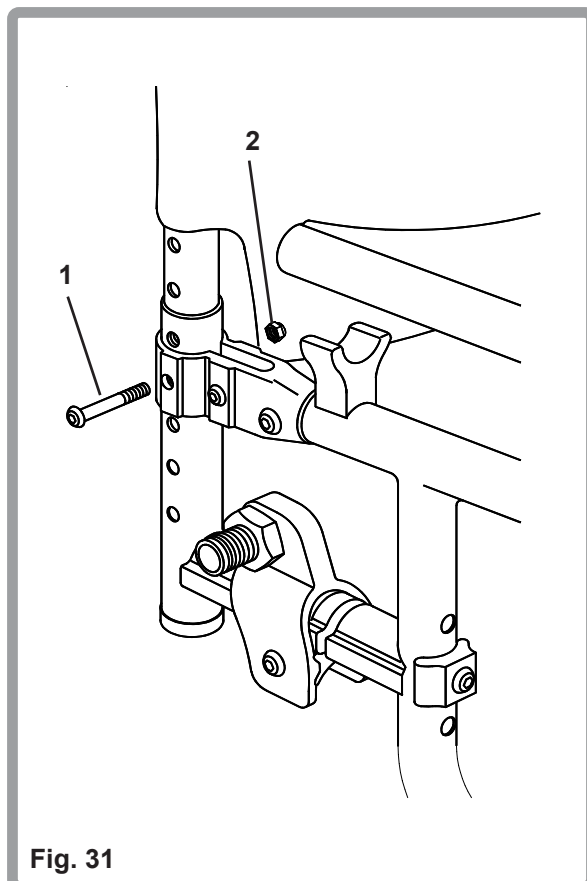

Fig. 31
Om de rugbuis door het achterframe (Fig. 31) te verstellen moet de spanning van de rug worden afgenomen door de stoel gedeeltelijk op te vouwen. Verwijder bout (1) en moer (2) met een 4mm inbussleutel van beide rugbuizen. Kies de gewenste hoogte voor de rugbuis, plaats de bouten en moeren terug en haal deze aan op 7-12Nm koppel.
De hoogte van de rug kan ook worden ingesteld via het achterframe (Zie pagina 30 Fig. 31).
- 1 Door het achterframe (Zie pagina 28 Fig. 31). Gebruik deze hoogte-instelling om de rughoek-verstelling (1) op de gebruiker af te stellen. Het plaatsen van de rughoekverstelling in deze positie voorkomt een slappe houding en helpt het **bekken** in een neutrale positie de houden.